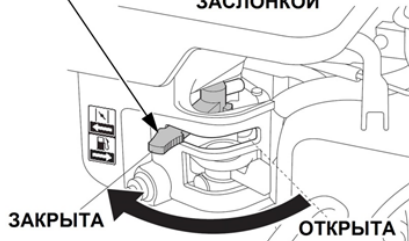

Рис. 14 Рычаг управления воздушной заслонкой
- Закройте воздушную заслонку карбюратора. Для этого переведите рычаг управления воздушной заслонкой в крайнее левое положение (Рис. 14).